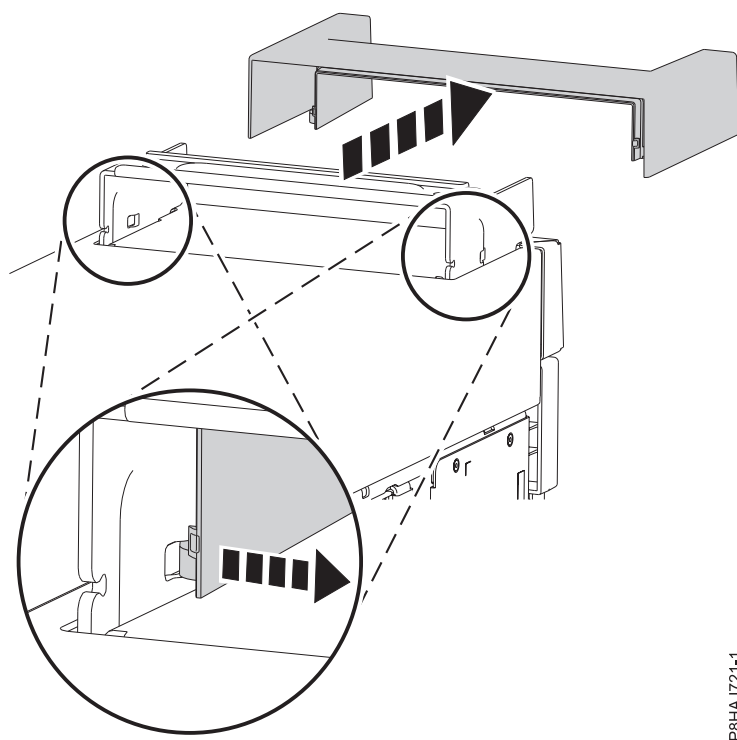

Figura 24. Remover a tampa da pega de um sistema autónomo 8286-41A
3. Remova a tampa da pega ao deslizá-la na direcção da frente do sistema e, em seguida, ao levantar para cima. Consulte Figura 24 na página 43.